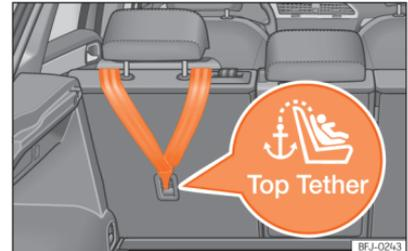
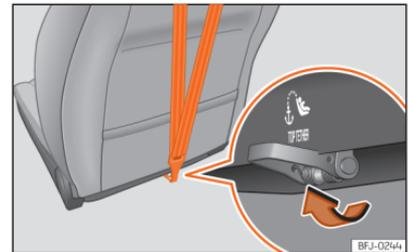

Abb. 46 Rückseite der Rücksitzbank der zweiten Reihe: Halteösen für den Top Tether Haltegurt.
Abb. 47 Rückseite der Beifahrersitzlehne: Verankerung für den Top Tether Haltegurt.
- Den Haltegurt verschieben und ordnungsgemäß an der Verankerung des hinteren Teils der Rücklehne befestigen »» [Abb. 46] , »» [Abb. 47].